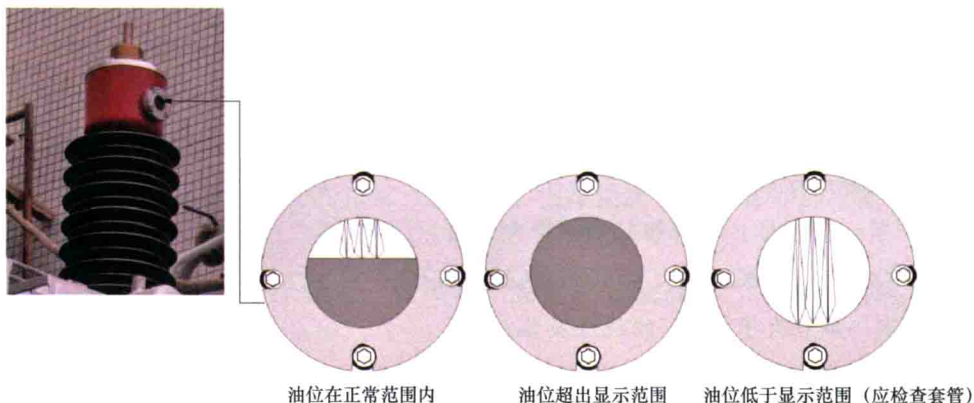

图 1-14 套管油位观察窗
(5) 绝缘套管。套管起到绝缘作用，固定引线，将内部高、低压引线引到箱外。运行时应经常观察油位表油位变化（见图 1-14），油位过高或过低均需要调节。油位过高时，套管内部压力会变大，内压过大可能导致套管渗漏油，此时可从安装法兰的取油塞处放出适量的变压器油；油位过低则不能保证安全运行，应加入规定的合格的变压器油。